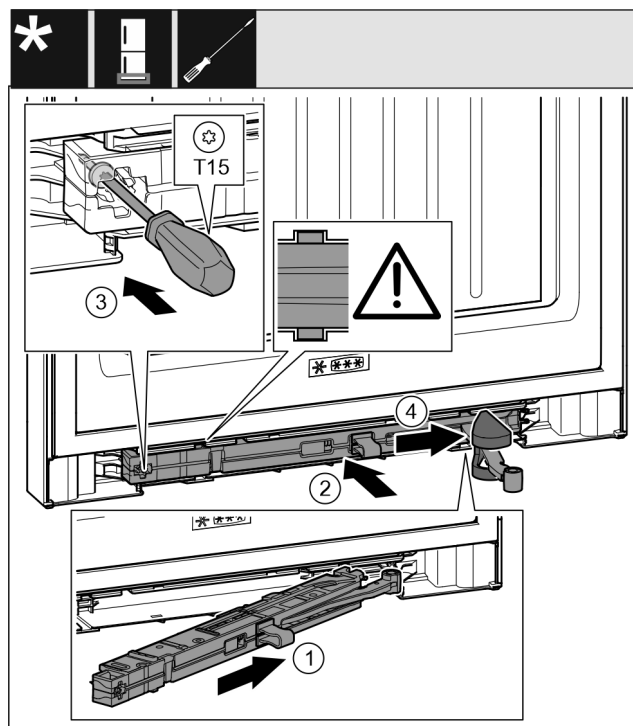

Fig. 37
- ▶ Inserire in diagonale l'unità dell'ammortizzatore di chiusura nel vano sul lato del blocco di supporto fino a battuta. Fig. 37 (1)
- ▶ Inserire completamente nel vano l'unità dell'ammortizzatore di chiusura. Fig. 37 (2)
- ▶ Stringere la vite con un cacciavite T15. Fig. 37 (3)
- ▶ Spostare la copertura sul giunto. Fig. 37 (4)